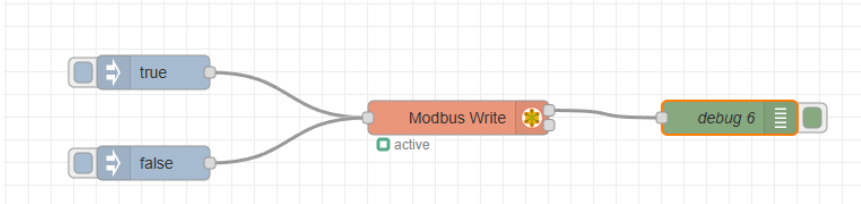

Рис. 3.16. Запись данных на устройство по Modbus TCP
2. Подключите узлы Inject к узлу Modbus Write для отправки значений true и false (см. рис. 3.16).